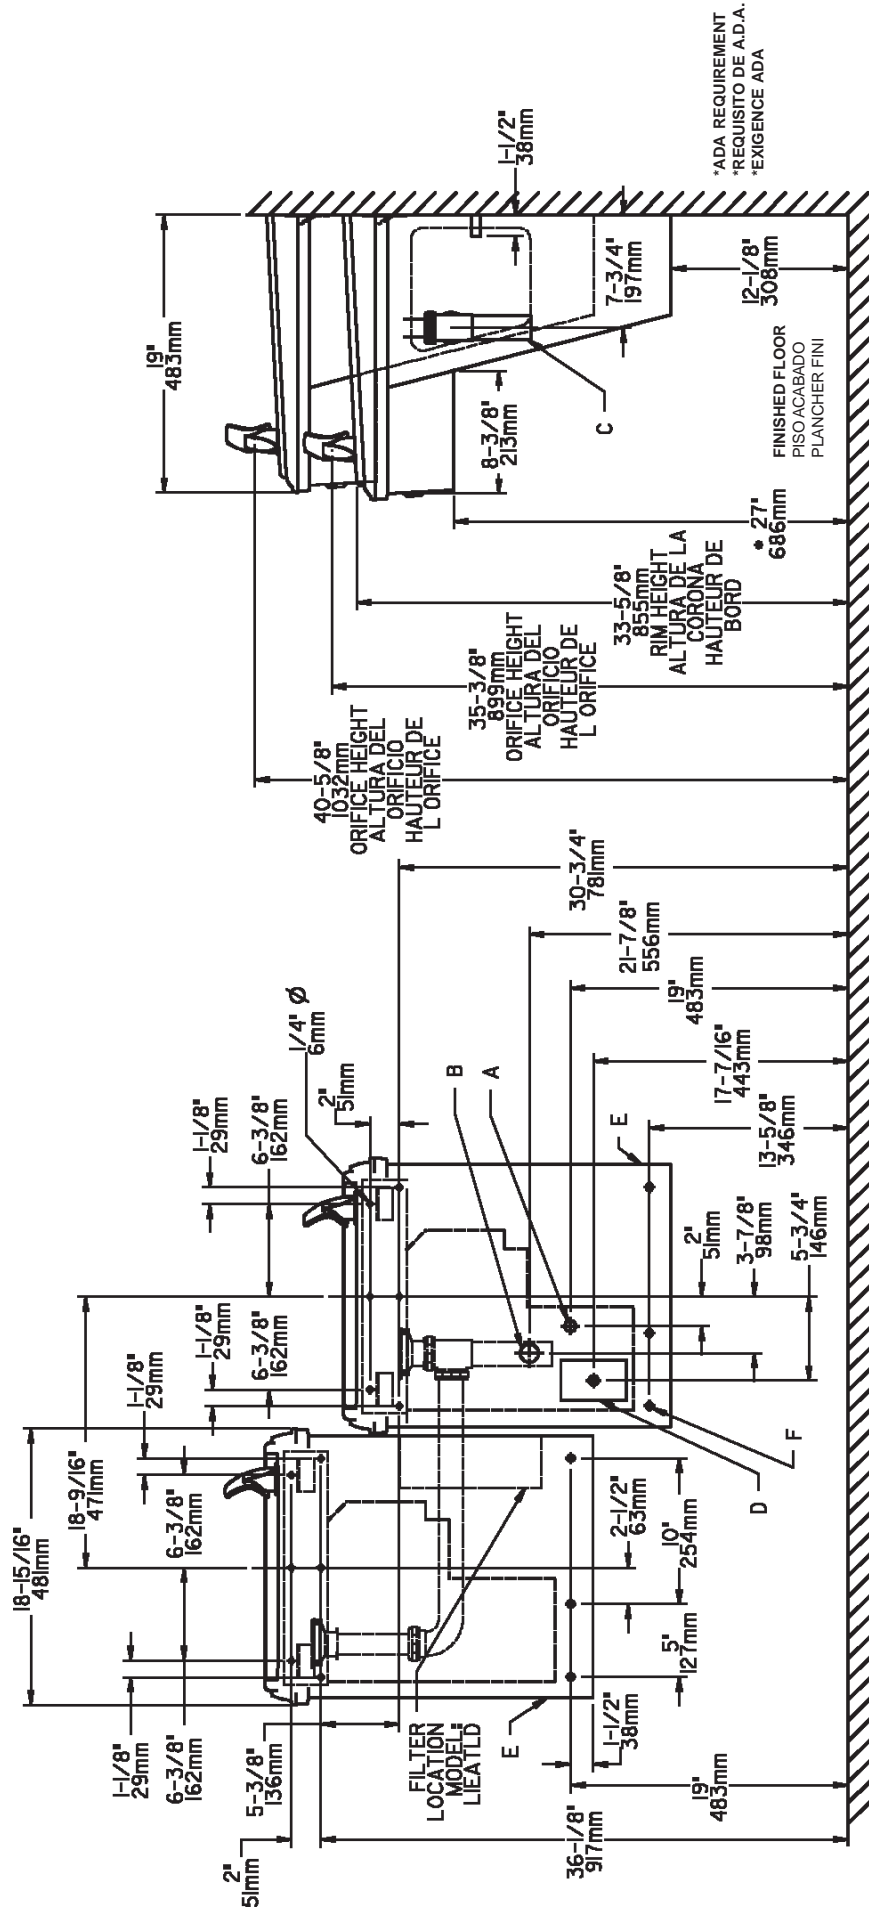

FIG. 2
- 1) Remove hanger bracket fastened to back of cooler by removing one (1) screw.
- 2) Mount the hanger bracket and trap as shown in Figure 2. (Fig. 2 shows the **STANDARD** mounting of the two level model. See supplemental sheet P/N 97807C for **REVERSE** mounted two level.)
- Anchor hanger securely to wall using all six (6) 1/4 in. dia. mounting holes.
- 4) Hang the cooler on the hanger bracket. Be certain the hanger bracket is engaged properly in the slots on the cooler back as shown in Figure 2.
- 5) Loosen the two (2) screws holding the lower front panel at the bottom of cooler base and two (2) screws at the top. Remove the front panel and set aside.
- 1) Quite el fijador de suspensión sujetados a la parte posterior del enfriador quitando un (1) tornillo.
- 2) Monte el fijador de suspensión y quite el purgador como se muestra en la Fig. 2.
- Ancle el suspensor de forma segura a la pared usando todos los seis (6) agujeros de montaje de 1/4" de diámetro.
- 1) Retirez le support de suspension à l'arrière du refroidisseur en enlevant une (1) vis.
- 2) Installez le support et le siphon tel qu'indiqué à la fig. 2.
- Ancrez solidement le support au mur à l'aide des six (6) trous de fixation d'un diam. 1/4 po.
- 4) Installez le refroidisseur sur le support en vous assurant que ceux-ci sont bien installés dans les fentes à l'arrière du refroidisseur tel qu'indiqué à la figure 2.
- 5) Dégagez les deux (2) vis retenant le panneau inférieur avant au bas de la base du refroidisseur ainsi que deux (2) vis sur le dessus. Retirez le panneau avant et mettez-le de côté.